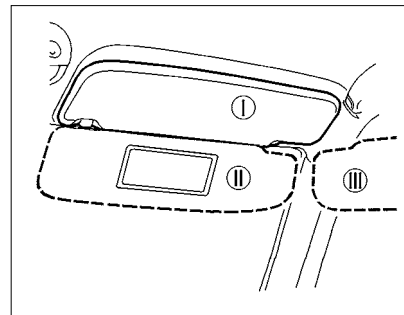

Рис. 22. Противосолнечные козырьки
**Противосолнечные козырьки** в зависимости от направления лучей солнца можно установить из положения I (рис. 22) в положение II или III. Противосолнечный козырек пассажира имеет зеркало с внутренней стороны.